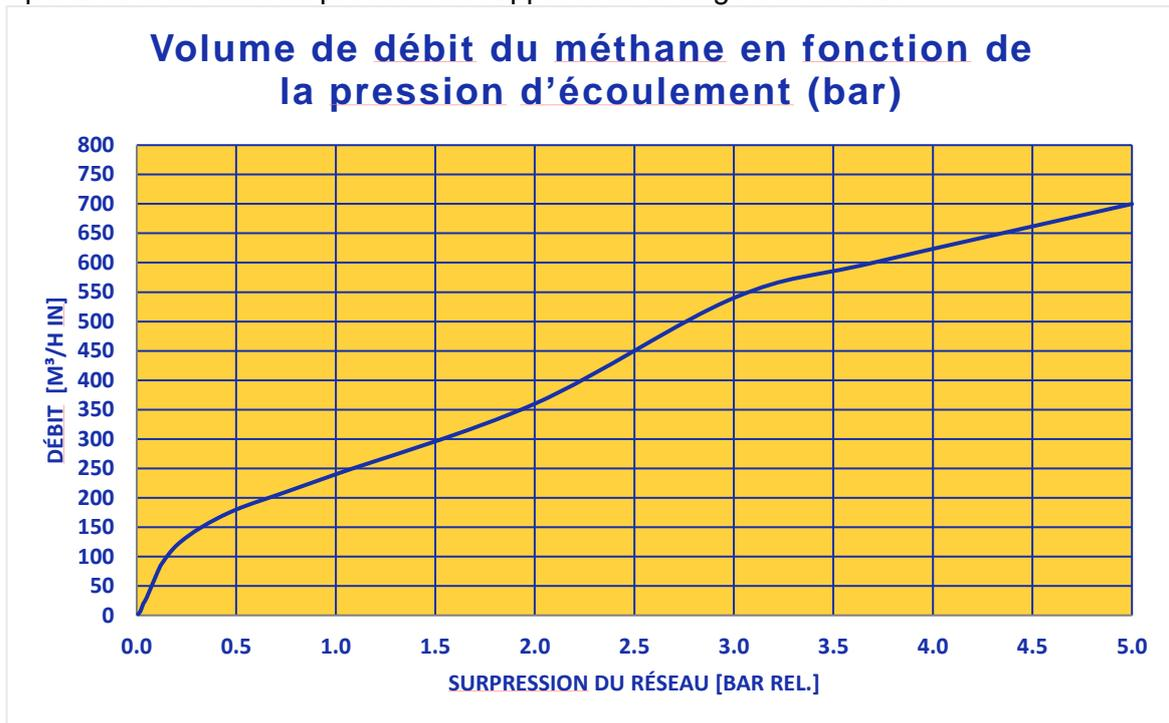
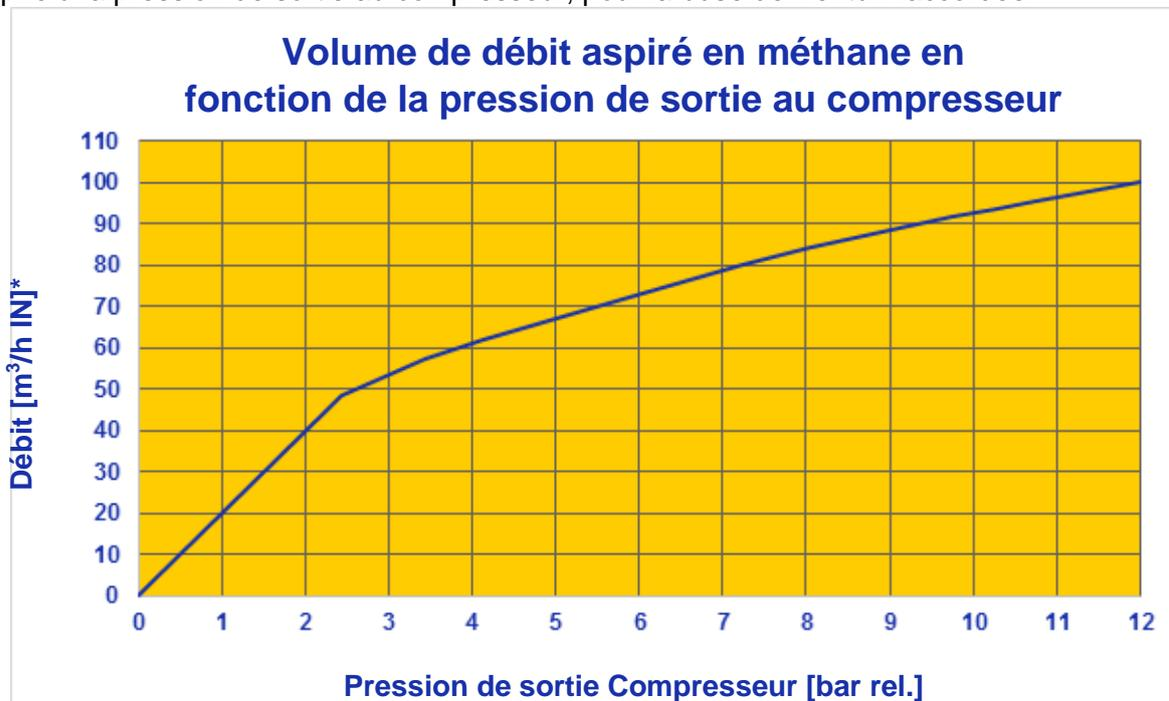

Figure 4: Volume de débit du méthane en fonction de la pression d'écoulement (bar) au niveau de la torchère
Figure 5: Volume du débit aspiré en méthane par rapport à la pression de sortie Compresseur
- Volume de débit : voir diagramme (Figure 4: et Figure 5: Page 8)
Explication de l'axe y Figure 4: et Figure 5: